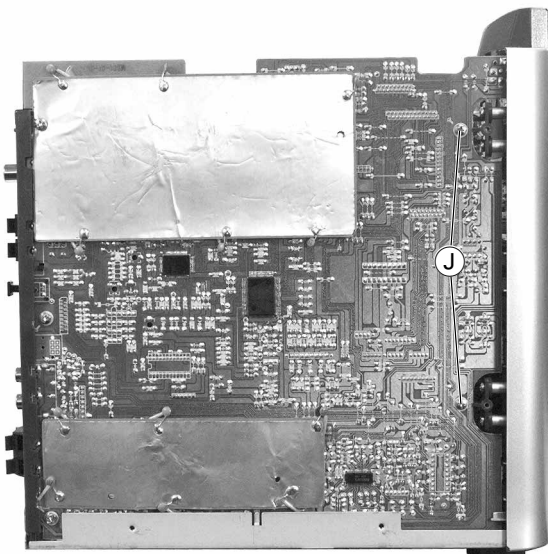

Fig. 9
- 2 Schrauben ⑧ (Fig. 9) herausdrehen.
- Undo 2 screws ⑧ (Fig. 9).